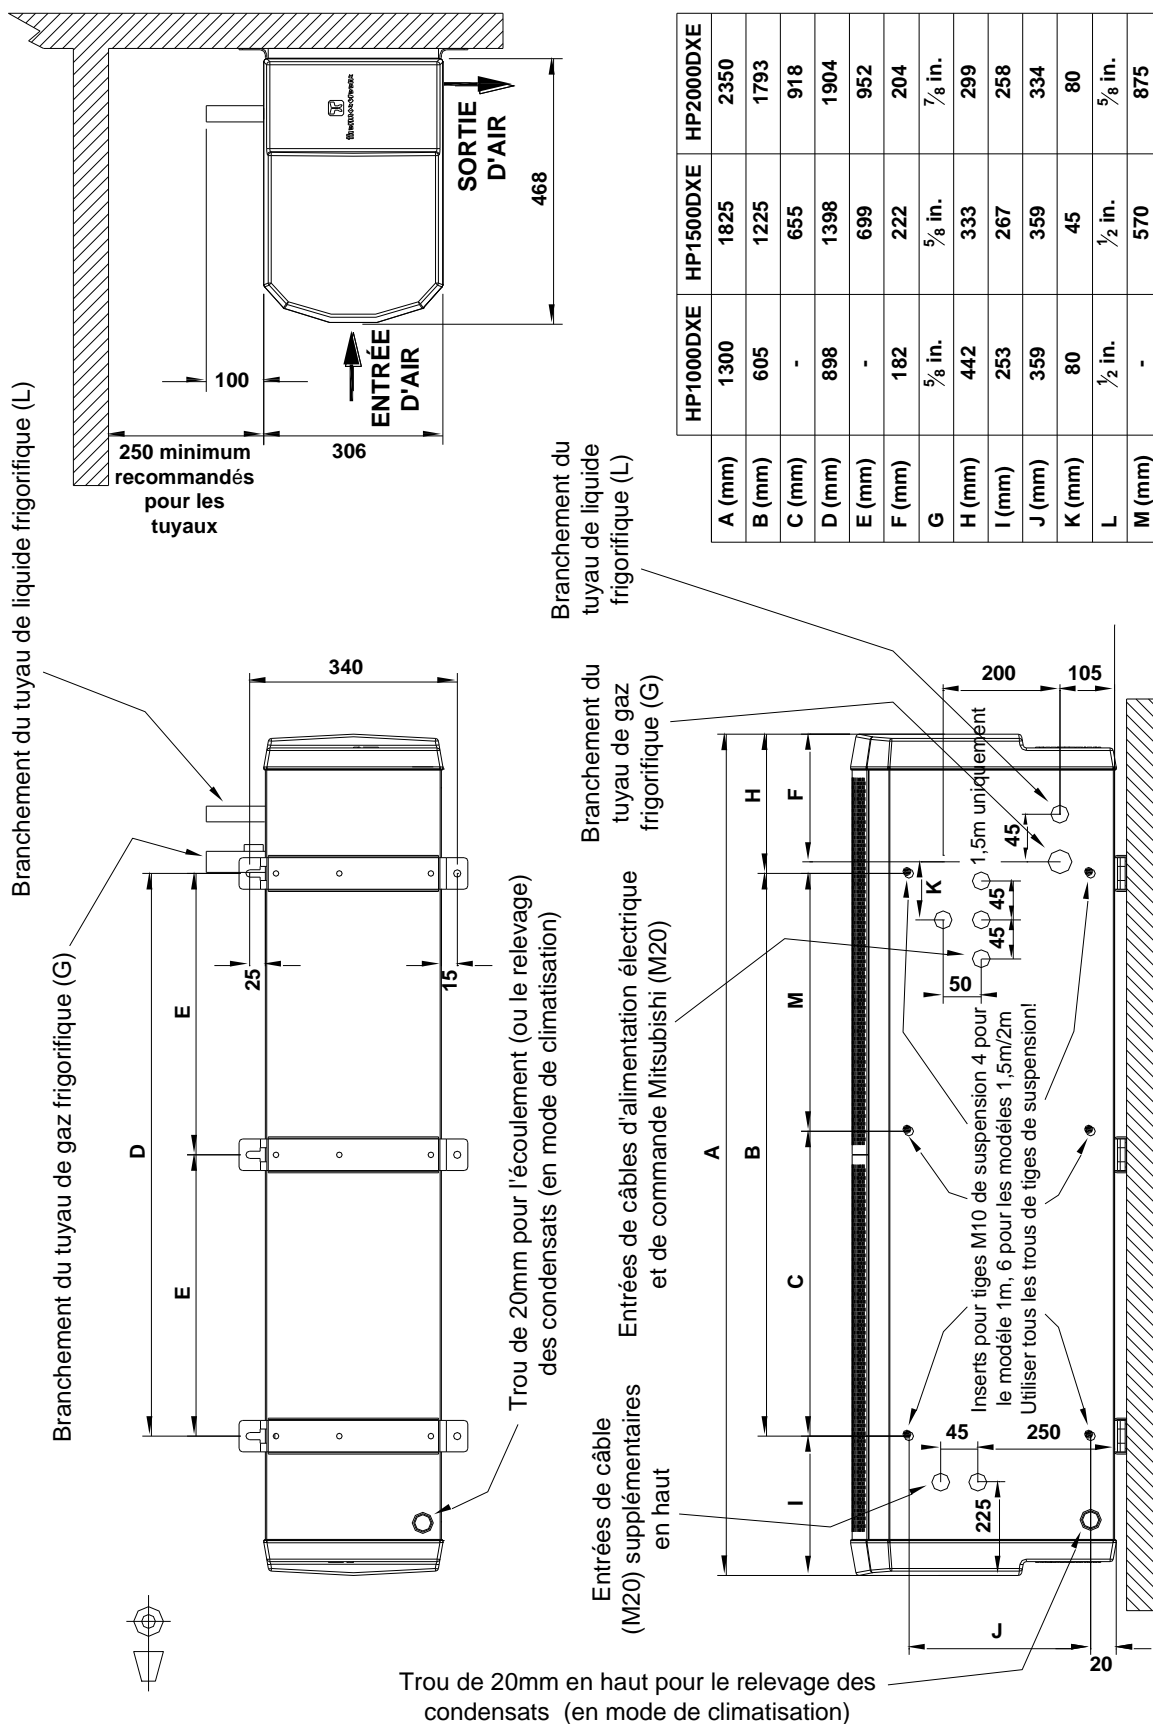

FIGURE 2 – DIMENSIONS DU RIDEAU D'AIR THERMODYNAMIQUE HP 2.0 Mr Slim
**Etape 1.** Se reporter à la Figure 2, Page 13, pour les consignes de montage, et percer les points de fixation dans le mur.
Six orifices de passage M10 sont prévus sur la partie supérieure du boîtier (pour les emplacements, voir Figure 2, Page 11), ce qui permet de suspendre l'appareil à l'aide de tiges filetées M10 (non fournies). Tous les points de suspension doivent obligatoirement être utilisés. Lors de la fixation, s'assurer que les tiges de suspension sont bien fixées sur une structure appropriée capable de supporter le poids de l'appareil (voir tableau précédent)\*. Visser les tiges de suspension sur au moins 20 mm dans les orifices prévus, et poser les contre-écrous (non fournis) de sorte à empêcher les tiges filetées de tourner et de se détacher du boîtier. Ne pas trop visser profondément les tiges de suspension, au risque d'entraver les composants internes.
Il est prévu que le branchement de tuyauterie frigorigène sur le rideau d'air sera réalisé au moyen de joints brasés, et ceux-ci devront être effectués par une entreprise habilitée et dans le respect de la sécurité. Si les dimensions de la tuyauterie d'évacuation (gaz) et tuyauterie liquide, sont différentes des raccords prévus sur le rideau d'air (voir Figure 2, Page 11), des réducteurs de taille appropriée devront être utilisés. Les circuits de fluide frigorigène R32 ou R410A peuvent fonctionner à des pressions pouvant atteindre
- On utilisera un fourreau de 25mm ou un raccord de conduit de câble pour le branchement de l'alimentation électrique sur le rideau d'air Voir Figure 2, Page 11 illustrant l'entrée des câbles d'alimentation électrique dans l'appareil.